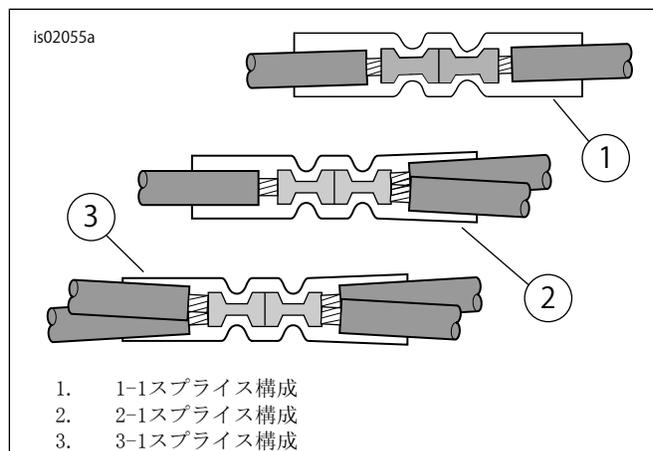

図7。スプラインの構成
4. 「図22」を参照してください。キットからシールドスプラインコネクタ(3)を取り出します。「図7」の「2-1」スプライン構成を参照してください。サービスマニュアル付録の説明に従い、ヒートッドハンドグリップワイヤーハーネス電源リードをメインハーネスのオレンジ/白色配線に接合します。
6. 「図22」を参照してください。キットからシールドスプラインコネクタ(3)を取り出します。「図7」の「1-1」スプライン構成を参照してください。サービスマニュアル付録の説明に従い、ヒートッドハンドグリップワイヤーハーネス電源リードをアダプターのワイヤーに接合します。
ライスコネクター(3)を取り出します。「図7」の「2-1」
ライスコネクター(3)を取り出します。「図7」の「1-1」